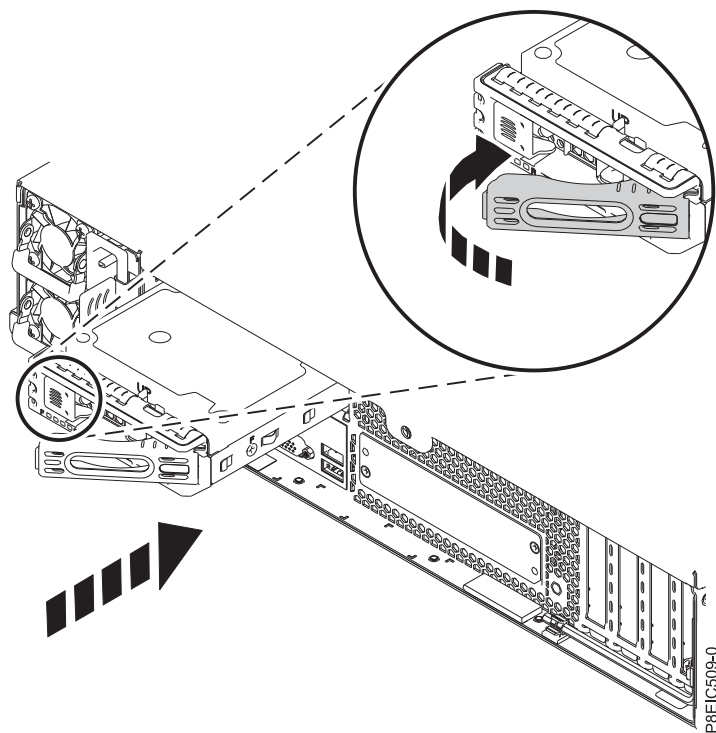

Figure 18. Verrouillage de la poignée du tiroir d'unité arrière
6. Maintenez le tiroir d'unité par le bas lorsque vous positionnez l'unité. Faites glisser complètement le tiroir d'unité dans le système. Appuyez sur le tiroir d'unité jusqu'à ce que sa poignée commence à se fermer et appuyez sur celle-ci jusqu'à ce qu'elle s'enclenche, comme illustré dans la figure 18, à la page 19.